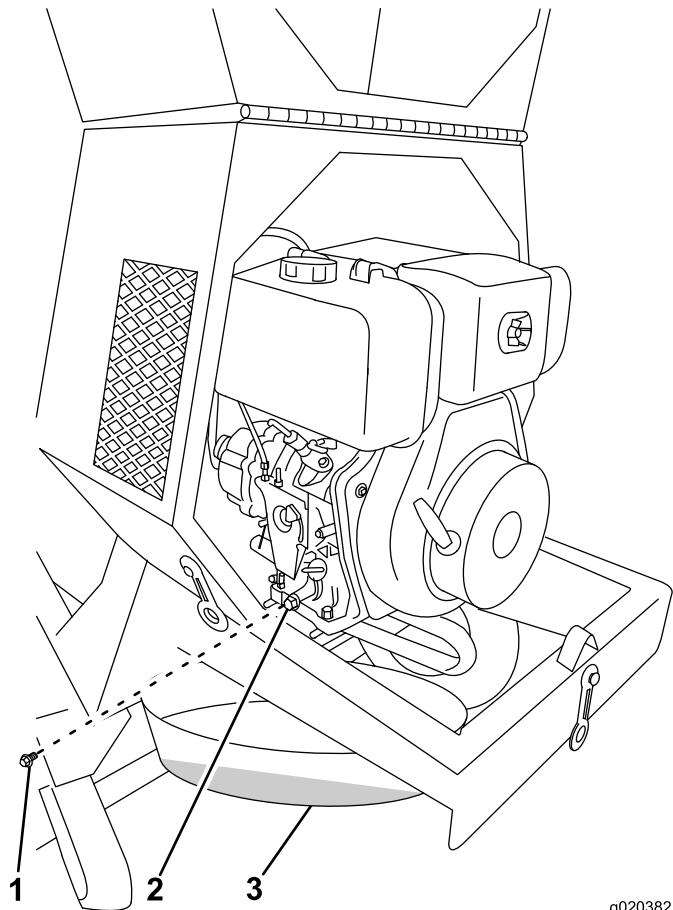

Figura 35
2. Coloque un recipiente de vaciado de aceite debajo del orificio de vaciado de aceite del motor (Figura 35).
- 3. Retire el tapón de vaciado y recoja el aceite en el recipiente (Figura 35).
- 4. Cuando se haya drenado completamente el aceite, coloque el tapón de vaciado con una arandela nueva (Figura 35).